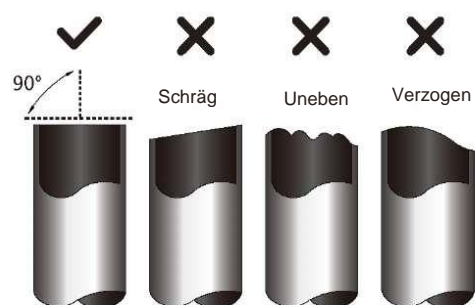

Abb. 5.1
- Das Rohr muss in einem perfekten 90° Winkel geschnitten werden. Siehe **Abb. 5.1** als schlechte Beispiele.